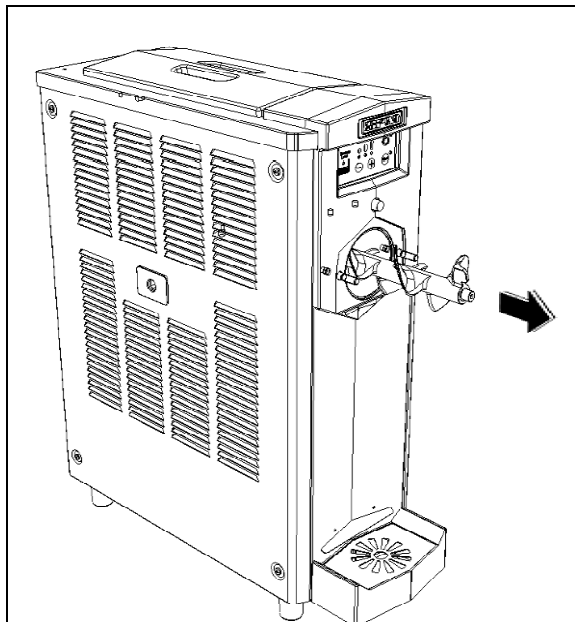

Fig. 20
- Retirer la spirale de mélange (fig.20)